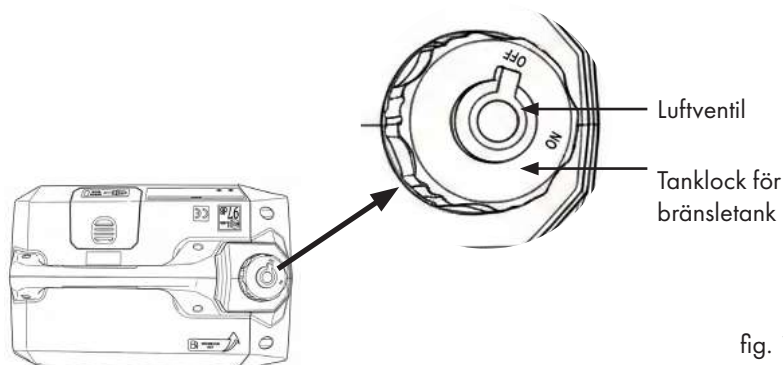

fig. 10
- Flytta luftventilen på tanklocket till läge ON så att luft kan tränga in i bränsletanken. Se fig.10.